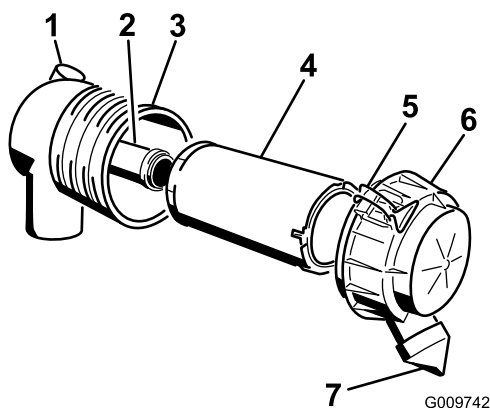

Figura 30
Importante: Revise el filtro del limpiador de aire únicamente cuando el indicador de mantenimiento se ve rojo (Figura 30). El cambiar el filtro antes de que sea necesario sólo aumenta la posibilidad de que entre suciedad en el motor al retirar el filtro.
4. Abra los cierres del limpiador de aire y tire de la tapa del limpiador de aire para separarla de la carcasa del limpiador de aire (Figura 30).
1. Extraiga con cuidado el filtro primario del cuerpo del limpiador de aire (Figura 30). Evite golpear el filtro contra el lado de la carcasa.
4. Si va a cambiar el filtro de seguridad, deslice cuidadosamente el filtro nuevo en el cuerpo del filtro (Figura 30).
5. Deslice cuidadosamente el filtro primario por encima del filtro de seguridad (Figura 30). Asegúrese de que está bien asentado empujando sobre el borde exterior del filtro mientras lo instala.
6. Instale la tapa del limpiador de aire con el lado que lleva la palabra UP hacia arriba, y fije los cierres (Figura 30).